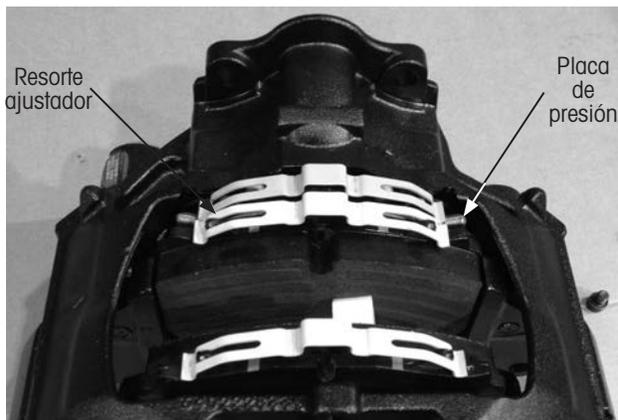

Figura 18: Remoción de resorte ajustador y barra de sujeción de pastas
4. **Remueva** el resorte ajustador de la placa de presión (Figura 18).